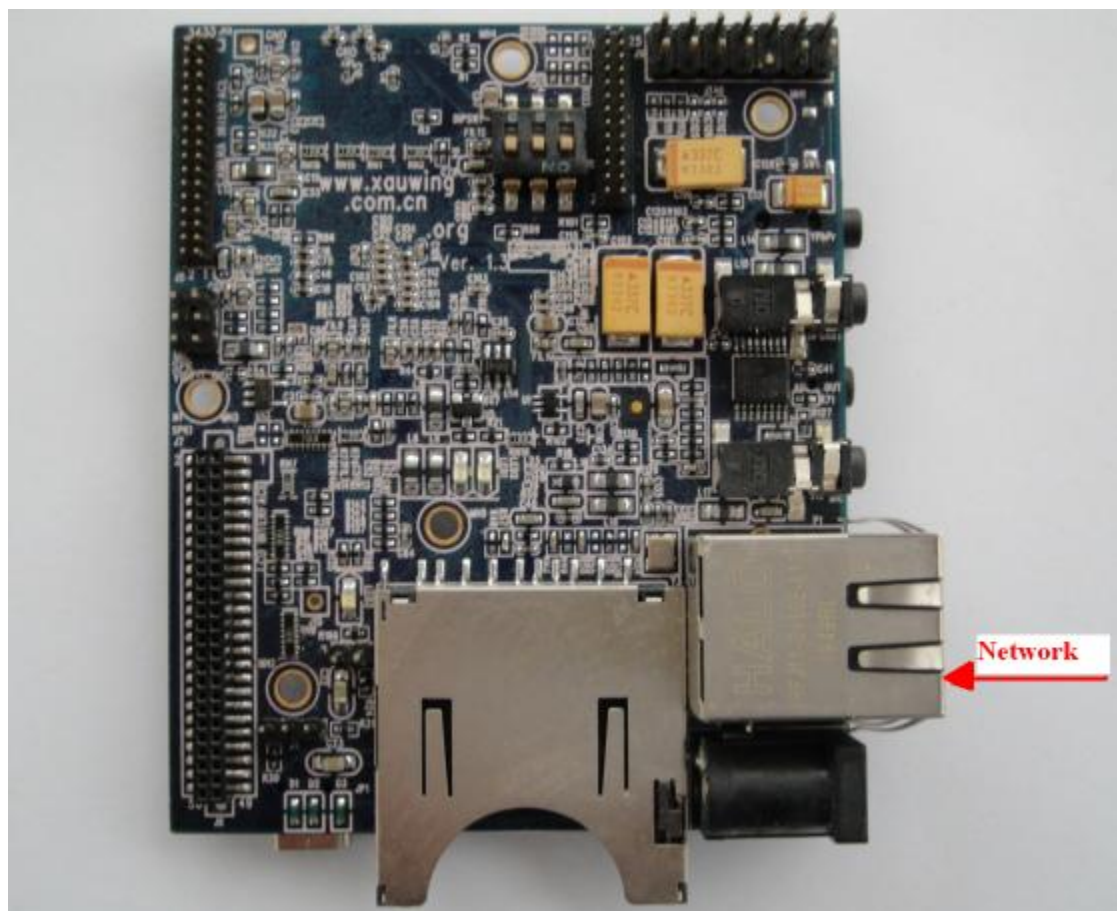

图 4-1 以太网接口
1、一路 10/100Mbps 以太网接口，如图 4-1 所示